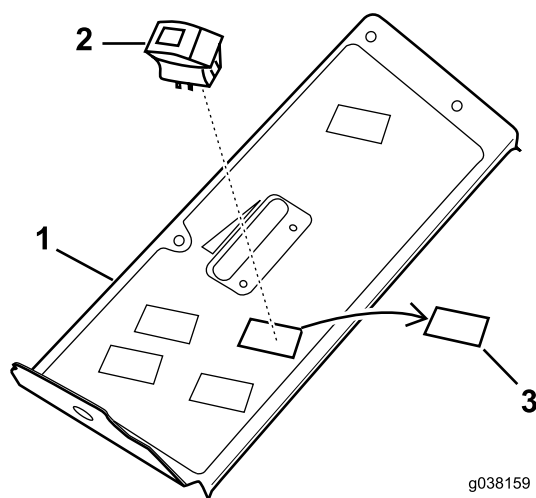

Figura 6
2. Localice y retire el tapón situado hacia la parte delantera del panel de control, debajo de la pegatina (Figura 6).
3. Inserte el interruptor de las luces según se muestra en Figura 6.